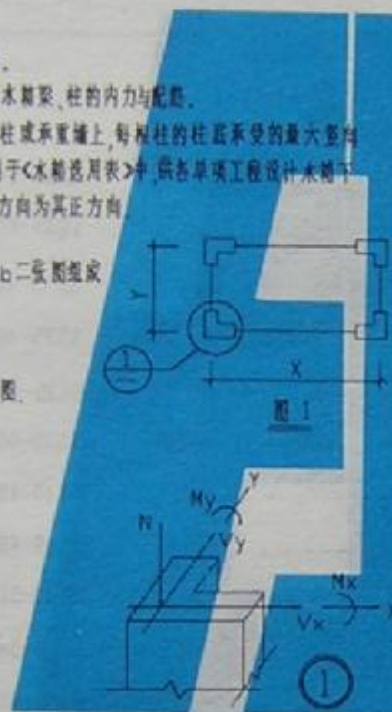

图 1
4. 每个水箱由四根水箱柱支承并传递下部梁或框架梁、柱或承重墙上,每根柱的柱底承受的最大竖向荷载 $N$ 值及相应于 $X$ 方向和 $Y$ 方向的弯矩 $M$ 值, $V$ 值列于《水箱选用表》中,供各单项工程设计水箱下部梁或框架时,若内力具体意义如图1所示,图示箭头方向为其正方向。